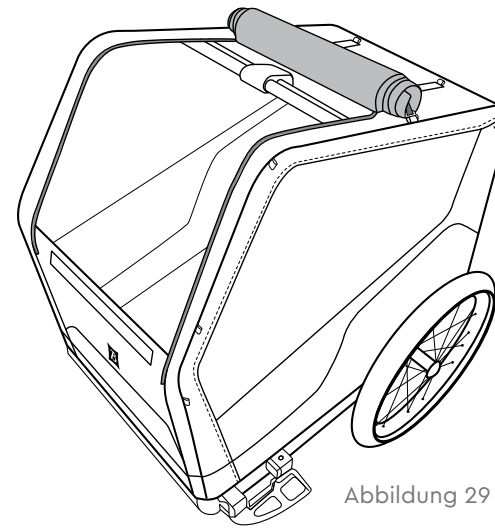

Abbildung 29
1. Das vordere Netzfenster kann von der Vorderseite des Anhängers aus geöffnet werden. Das Fenster kann aufgerollt und befestigt werden, indem die Türhaken an der Stelle ② in die reflektierenden Schlaufen eingesetzt werden (Abbildung 29).